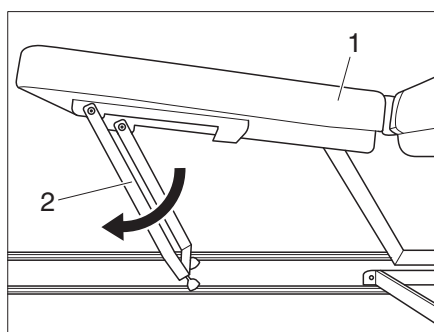

Fig. 5 Apertura dei piedini
- Abbassare i piedini (Fig. 5,2) sotto la prolunga del letto (Fig. 5,1) fino a bloccarli in posizione verticale.